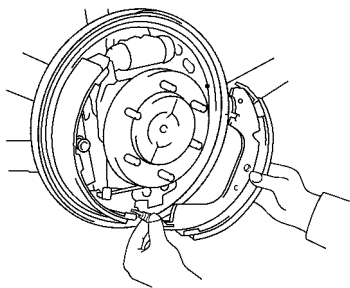

图 15-112 将制动蹄拉簧装到前、后制动蹄上
1) 将制动蹄拉簧装到前、后制动蹄上，如图 15-112 所示。
(9) 检查自动调整机构的工作情况。